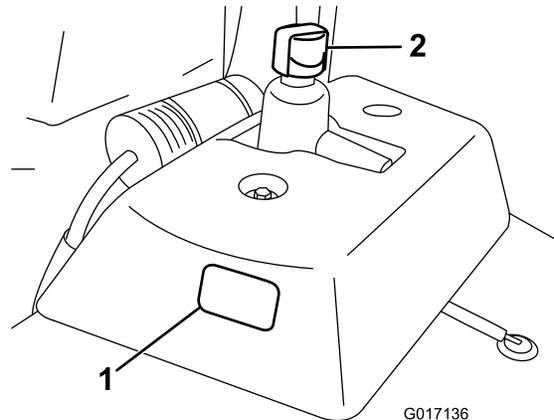

図 22
1. 平らな場所に駐車する。エンジンもオイルも冷えていることを確認する。補助オイルタンクの側面についている点検窓から内部をのぞいてオイル量を点検する (図 22)。オイル量が点検窓の2本の線の間であればよい。